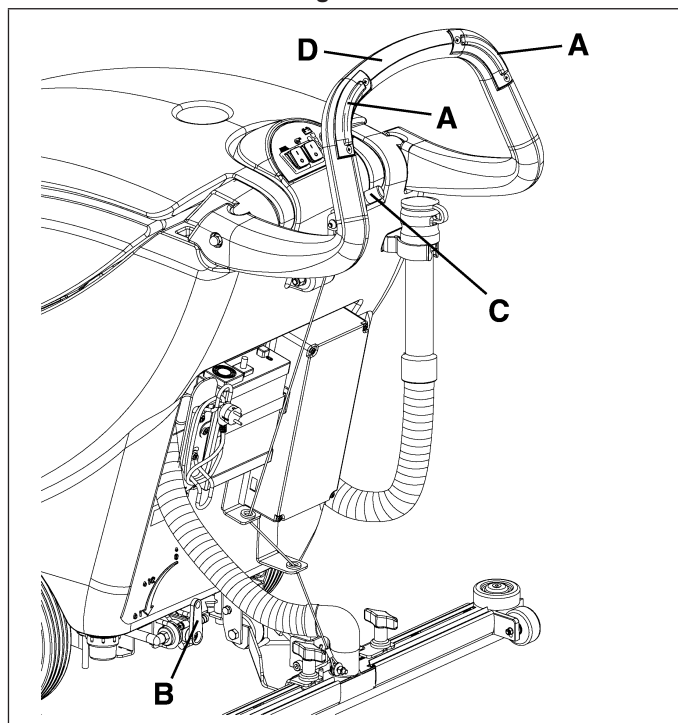

Figure 18
2. Tout en gardant les mains sur le guidon (D, Fig. 18), déplacer la machine et commencer le travail de lavage/séchage du sol.
*ne pas utiliser la brosse/disque à sec lorsque la machine est au repos, arrêter la rotation de la brosse/disque au moyen du bouton-poussoir (A, Fig. 18).*
*Avant de soulever la brosse/disque, en arrêter la rotation au moyen du bouton-poussoir (A, Fig. 18).*
3. Si besoin est, modifier la quantité de solution distribuée à la brosse/disque, à l'aide du levier (B, Fig. 18).
2. Soulever l'embouchure en tournant le levier (C, Fig. 18)